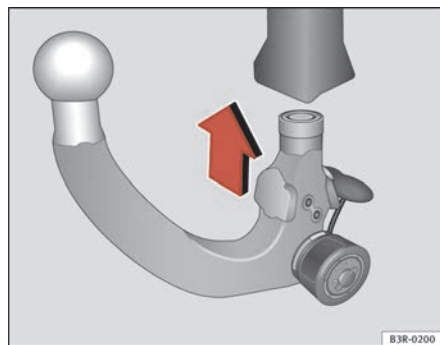

Fig. 161 Dispositivo di traino asportabile Come applicare il gancio a testa sferica
- Dopo aver caricato il gancio a testa sferica introdurlo nell'attacco e premere verso l'alto in direzione della freccia ⇒ fig. 161 ⇒ ⚠. La chiusura avviene in modo automatico. In questo momento si deve sentire chiaramente il rumore dell'innesto.